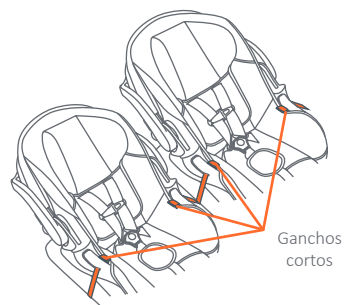

Fig. 17c
- Pase ambos ganchos cortos por la sillita para el automóvil, a través de ambas ranuras para el cinturón (Fig. 17c).